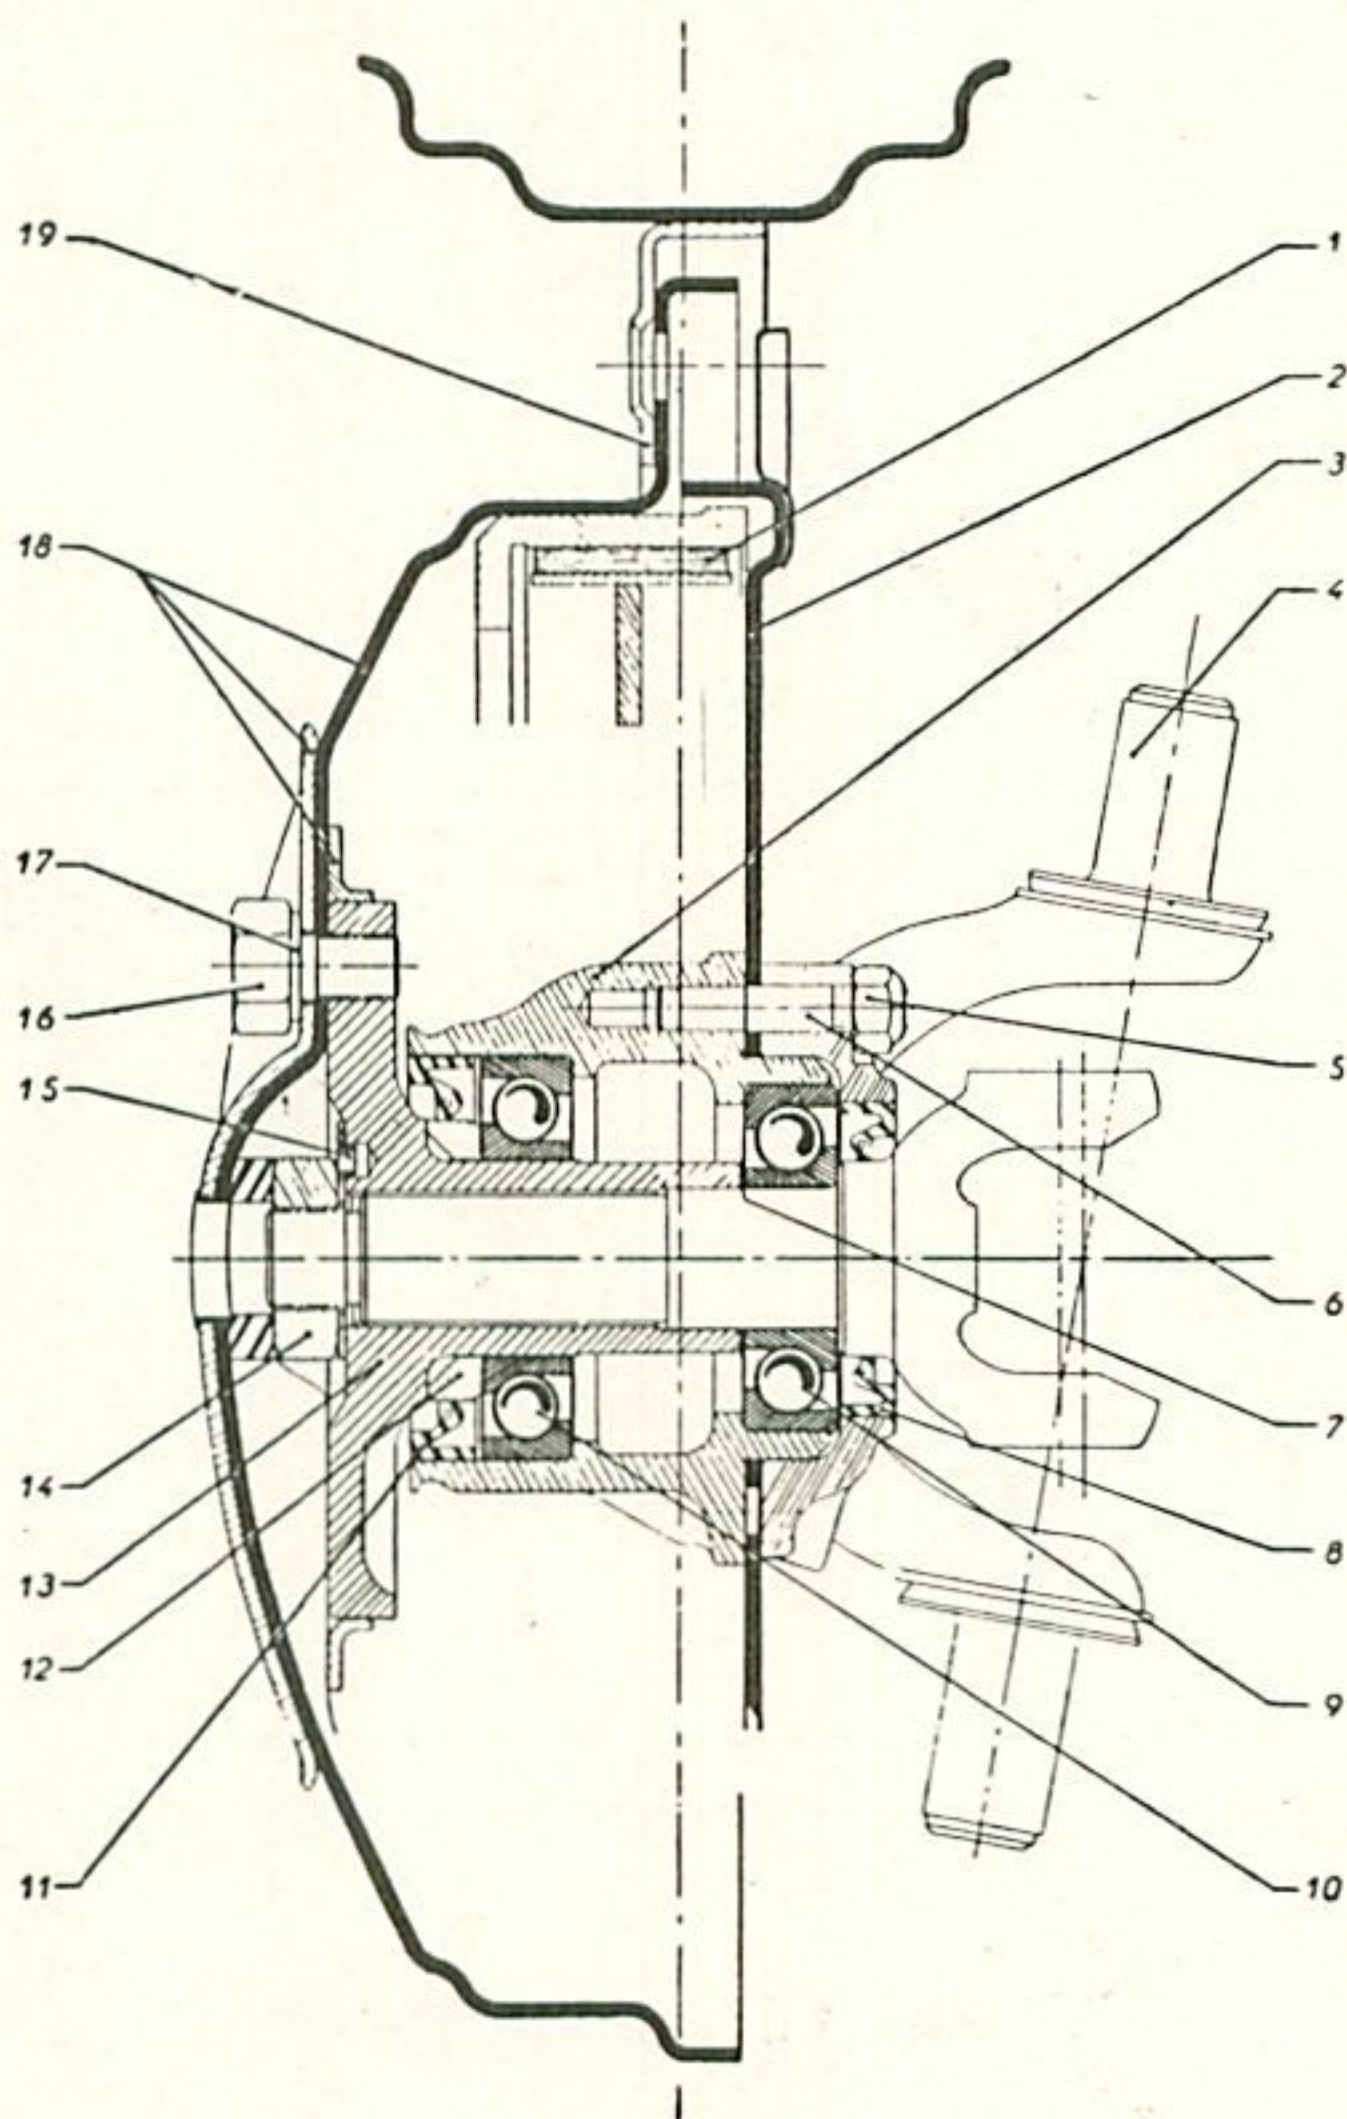

Fig. 45. — Coupe de moyeu AV.
- Déposer les quatre écrous (5) de fixation du support de roulements sur le pivot de suspension (fig. 45).
- Déposer l'ensemble moyeu (13), support de roulements (3), joints d'étanchéité (11) et roulements (9 et 10).